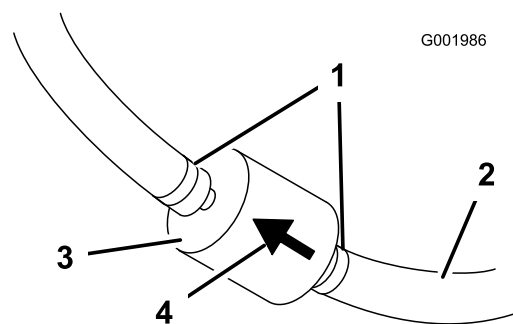

Figura 46
5. Premete le estremità delle fascette stringitubo ed allontanatele dal filtro (Figura 46).